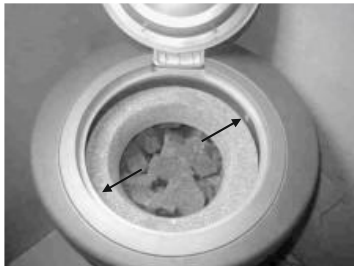

Bild 3
- Lossa på de insexskruvar (2 st, se pilarna på bild 3) som finns på rotationsringens innerkrets så mycket att rotationsringen kan lyftas av. OBS! Lossa inte skruvarna helt, eftersom de kan falla in i bastuaggregatet.
- Installera sedan rotationsringen med locket (se bild 3).